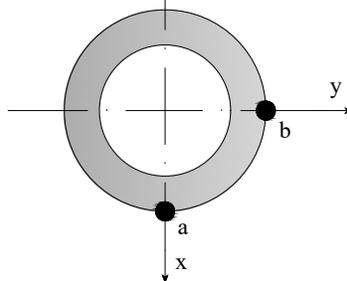

Figura 3: Detalle de la sección A
2. Obtener el tensor de tensiones de los puntos a y b señalados en el detalle de la sección A (figura 3). Considere que el diámetro exterior en ese punto es de 500 mm y el espesor es de 40 mm. **0.3 Pts.** Resp:  $\sigma_{nav}^{3350} = 543.65MPa$ ,  $\sigma_{nav}^{210} = 34.07MPa$ ,  $\sigma_N^{30} = 0.518MPa$ ,  $\tau_{flex} = 0.69MPa$ ; **a:**  $\sigma_z = -34.59MPa$ ,  $\tau_{yz} = \tau_{zy} = -0.69MPa$ ; **b:**  $\sigma_z = -544.17MPa$